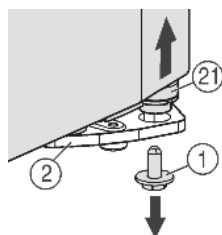
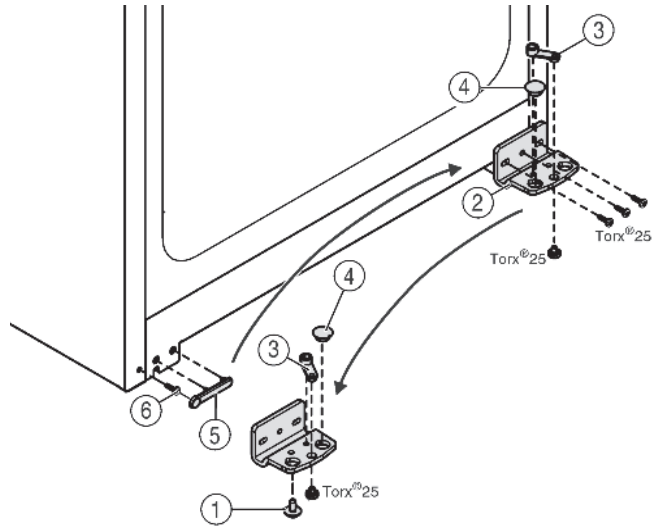

Fig. 4
Fig. 5
- Vpravo dole na stojanu ložiska vyšroubujte pojistný šroub Fig. 4 (1).
- ▷ Ložiskový čep Fig. 4 (21) se uvolní ze stojanu ložiska Fig. 5 (2).
- Jestliže se ložiskový čep Fig. 4 (21) neuvolní, vytlačte čep zdola.
- Našroubujte stojan ložiska Fig. 5 (2).
- Našroubujte ložiskový díl Fig. 5 (3) a přemístěte do protilehlého upínacího otvoru stojanu ložiska, opět přišroubujte.
- Vyjměte ze stojanu ložiska zátku Fig. 5 (4) a nasadte do protilehlého upínacího otvoru stojanu ložiska.
- Opatrně zvedněte kryt Fig. 5 (5) na straně madla.
- Vyšroubujte šroub Fig. 5 (6) a na protější straně ho opět nasadte.
- Kryt Fig. 5 (5) opět nasadte.
- Přišroubujte opět stojan ložiska Fig. 5 (2) na novou stranu závěsu (**silou 4 Nm**), příp. pomocí akumulátorového šroubováku.
- ▶ Zašroubujte a dotáhněte pojistný šroub Fig. 4 (1) dole do ložiskového čepu (**silou 4 Nm**).